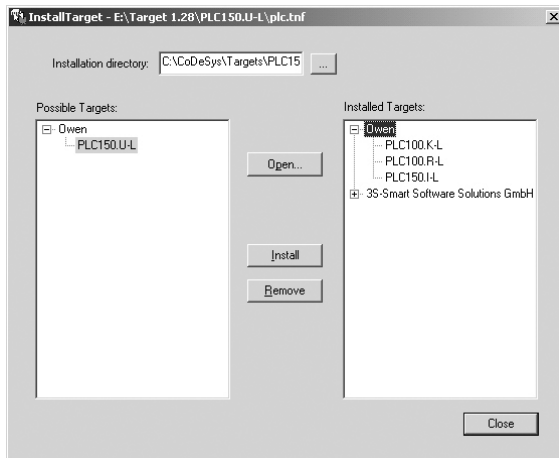

Рисунок 6.1 - Окно «InstallTarget» утилиты InstallTarge
1) В открывшемся при запуске утилиты **InstallTarget** окне (рис. 6.1) – нажать кнопку Open и указать путь доступа к инсталлируемому Target-файлу (имеющему расширение *.tnf, Target Information File). Target-файлы контроллеров ОВЕН ПЛК150 находятся на компакт-диске, поставляемом с контроллером, в папке «Target» или могут быть скачаны с сайта www.owen.ru. При скачивании с сайта папку с Target-файлами надо разархивировать и сохранить на жестком диске ПК.